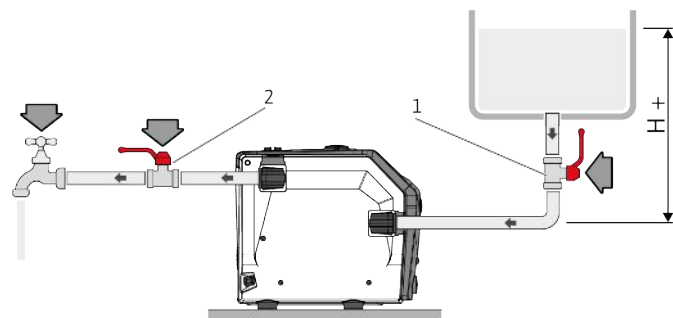

Fig. 9: Slodzes režīms
- Iepildiet produktā ūdeni (apm. 1,5 l), līdz no ventilācijas atveres izplūst ūdens (Fig. 9).